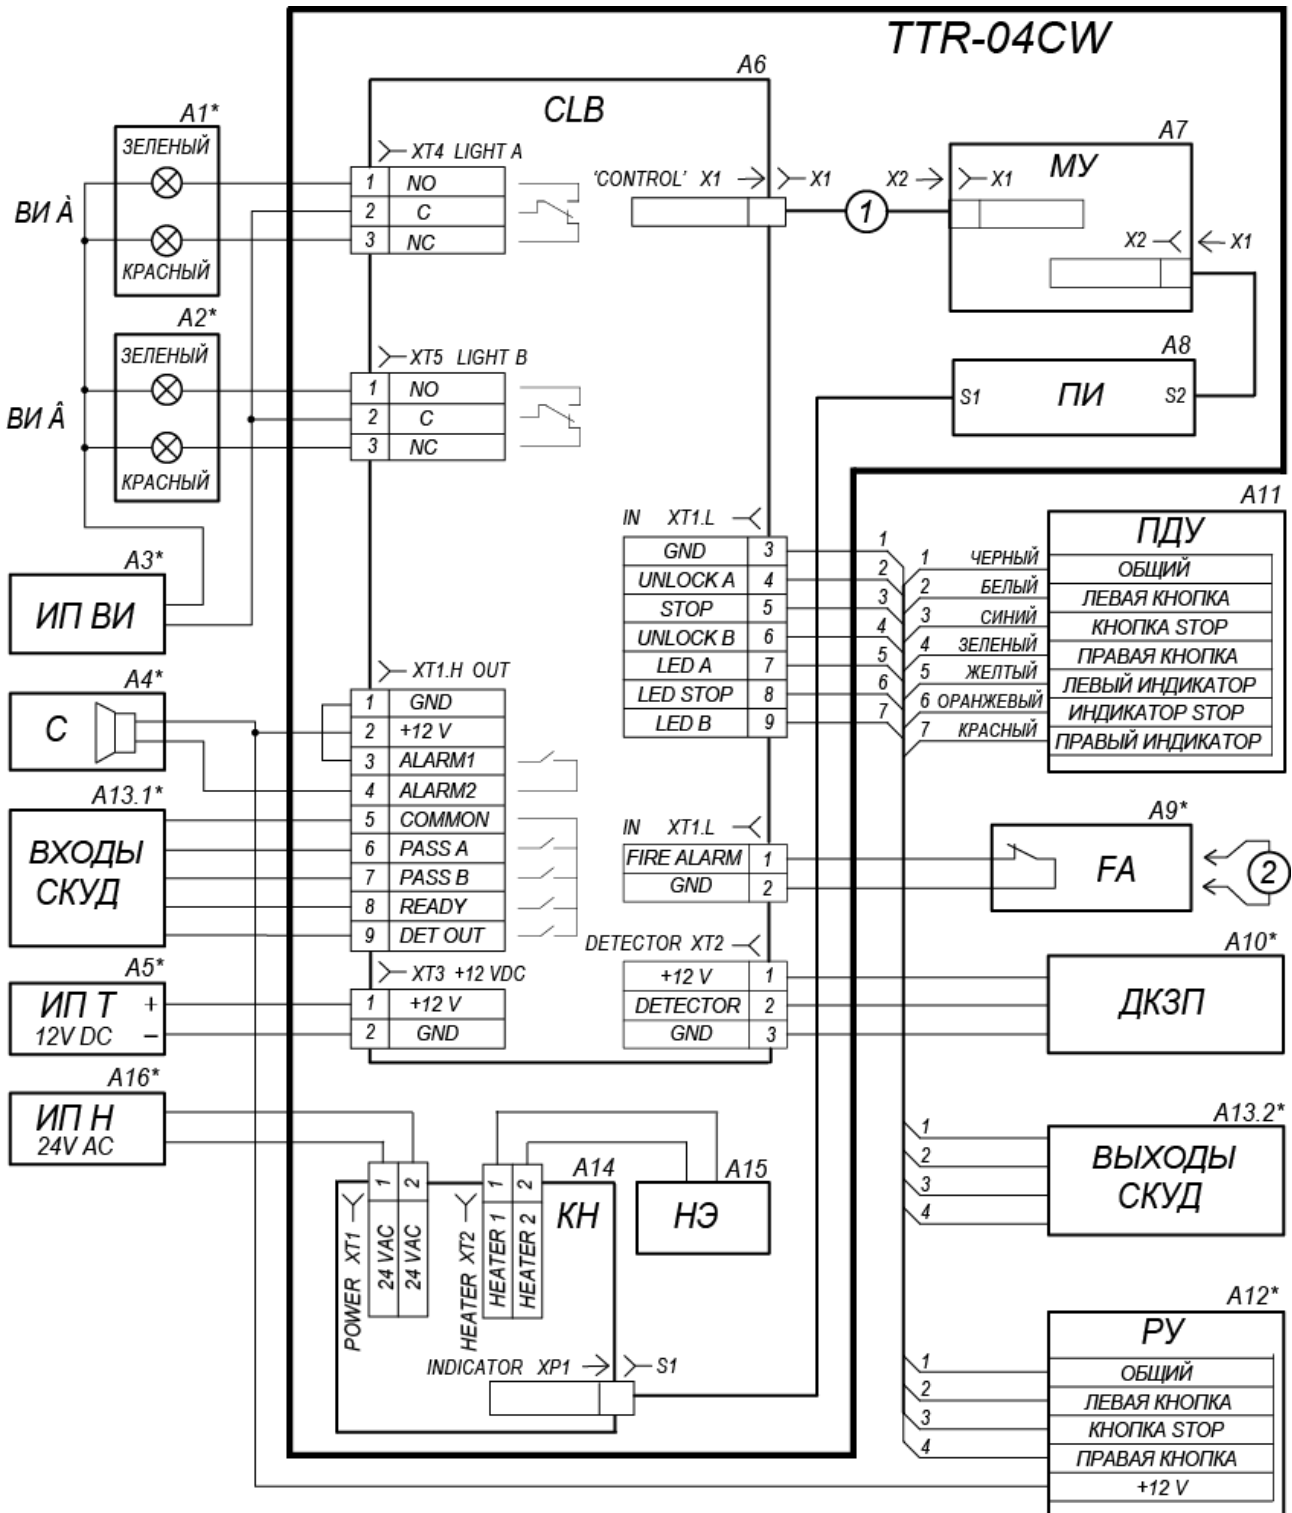

Рисунок 12. Схема электрических соединений турникета (перечень элементов см. в табл. 2; элементы, обозначенные звездочкой, не входят в комплект поставки)
Схема подключения турникета приведена на рис. 12. Расположение клеммных колодок на плате управления указано на рис. 5. Используемые при монтаже кабели и их максимальная длина указаны в разд. 8.3. Рекомендации по подготовке установочной поверхности и организации зоны прохода приведены в разд. 8.1. При монтаже турникета придерживайтесь следующей последовательности действий:
- Установите источник питания турникета (8) на отведенное для него место в соответствии с инструкцией, приведенной в эксплуатационной документации на этот источник питания.
- Подключите кабель питания (9) от источника питания турникета (8) к клеммной колодке **ХТЗ** на плате управления, а также кабель от источника питания системы подогрева в соответствии с рис. 12. Подключите кабель ПДУ (11) к клеммной колодке **ХТ1.L** на плате управления. Подключите при необходимости кабели от других устройств к соответствующим клеммным колодкам платы управления (см. рис. 5 и 12).
- Снимите крышку турникета с блоком индикации (2). Для этого:
- отверните болт крепления крышки к стойке турникета с помощью торцового ключа S10. Болт находится на наклонной поверхности стойки рядом с замком механической разблокировки (15), ниже планшайбы (3);
Таблица 2. Перечень элементов схемы электрических соединений (рис. 12)